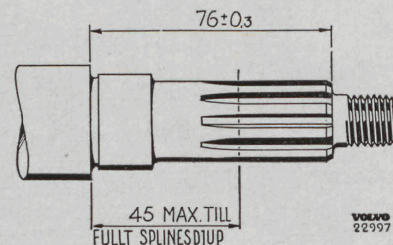

Bild 21. Huvudaxelns bakre ände, sen. utf.
Är växellådan försedd med oljeslungare (40) kan denna tagas bort. Kontrollera därvid måtten enligt bild 21. Är måtten i överensstämmelse med bilden behöver inga andra åtgärder vidta-